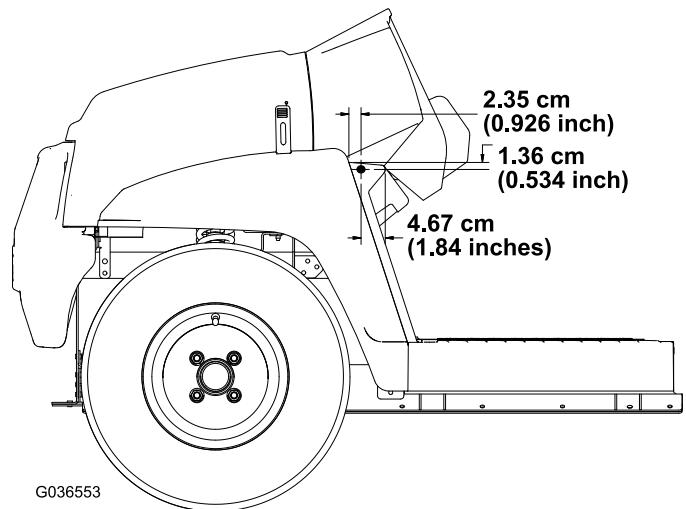

Figura 4
- Utilizzando le dimensioni nella Figura 4, praticate 1 foro (5/16") all'esterno della pedana, sui lati sinistro e destro della macchina.